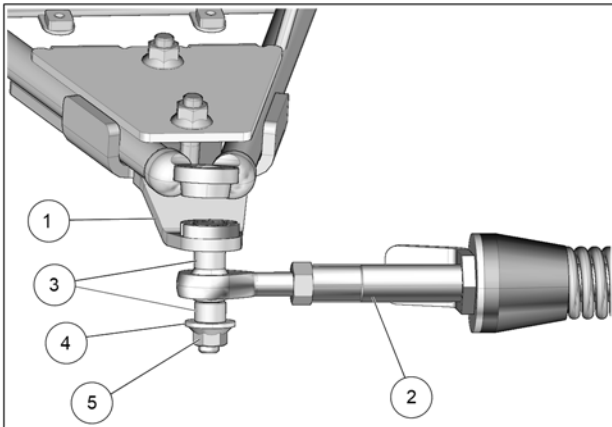

Fig. 20
- Fixer le bras stabilisateur (2) au boulon déjà installé sur l'ancrage de suspension (1) à l'aide des deux espaceurs (3), de la rondelle (4) et de l'écrou autobloquant (5). Serrer à un couple de 70 N•m [52 lb•pi]. Voir la Fig. 20